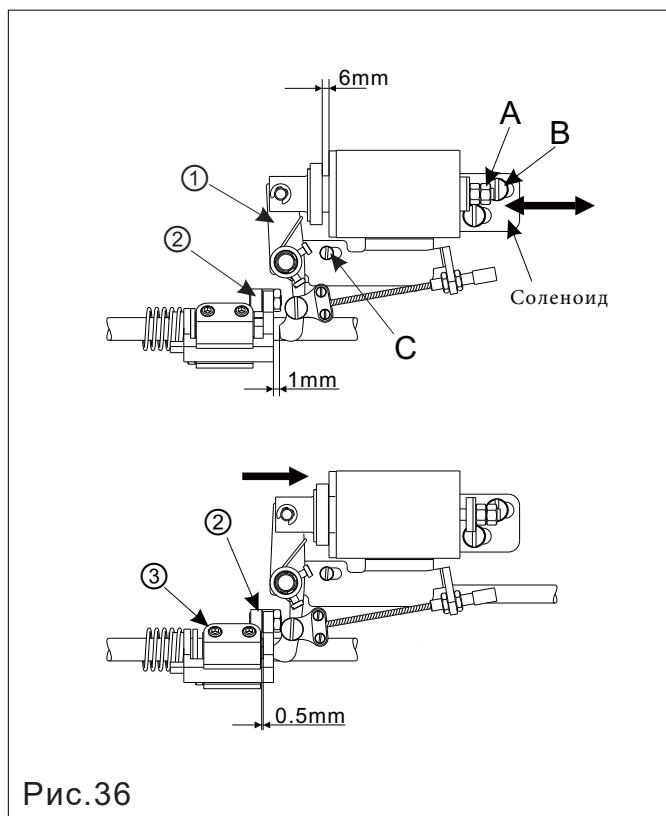

Рис.36
- 1) Сначала установите вал ① на станине машины.
- 2) Установите узел рычага триммера на вал ①, как показано на рисунке.
- 3) Слегка поверните вал ① и установите блок позиционирования ②, как показано на рисунке.
4. Установка подравнивающего соленоида (Рис.36)